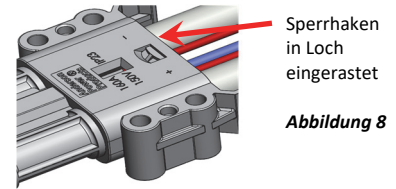

Abbildung 8
- Von der Rückseite des Halters drücken, bis der Sperrhaken des Halters in die rechteckige Öffnung (Abbildung 8) einrastet